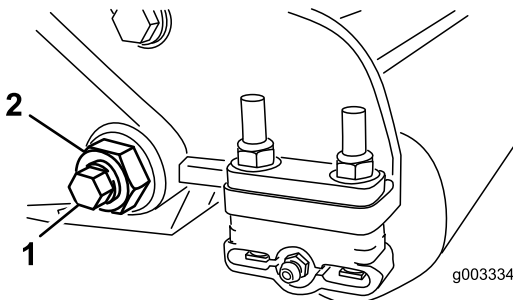

Figura 24
3. Pe fiecare latură a mainii, slăbiți contrapiulița care fixează urubul barei de cadru (Figura 24).
4. Îndepărtați fiecare urub al barei de cadru, permițând tragerea în jos și îndepărtarea acestuia de pe unitatea de tăiere (Figura 24).